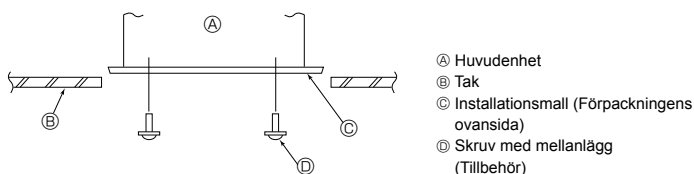

Fig. 3-8
3.7. Bekräfta huvudenhetens positionering och drag åt upphängningsbultarna (Fig. 3-8)